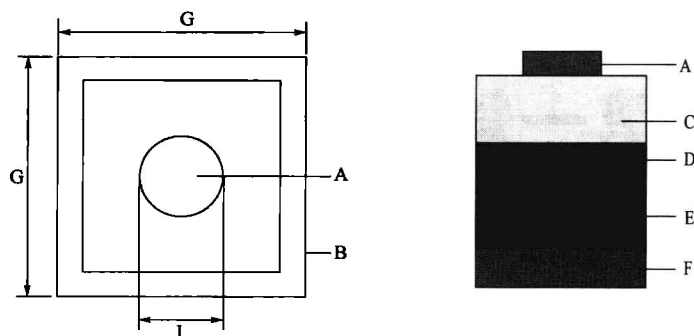

图 1.2 单电极 LED 芯片结构示意图
① 单电极 LED 芯片结构 单电极 LED 芯片结构如图 1.2 所示。